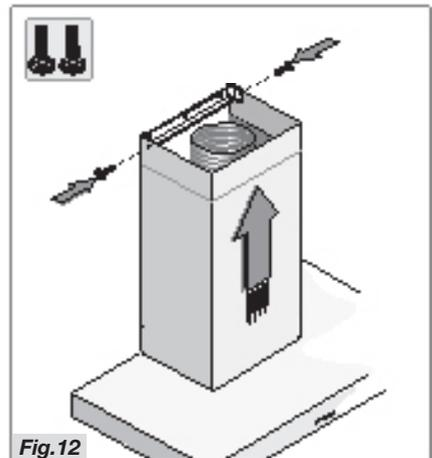

Fig.12
- Plaats de bovenste schacht in de onderste schacht en plaats die op de behuizing van de kap. Schuif de bovenste schacht tot tegen de beugel en zet deze vast met de twee schroeven (Fig.12).